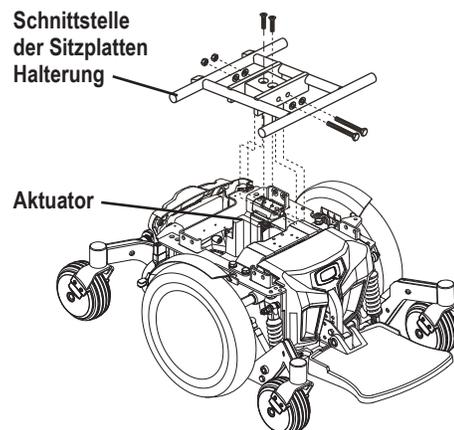

Bild 11. Sitzhöhenversteller Aktuator
1. Platzieren Sie die Schnittstellenhalterung der Sitzplatten auf den Aktuator. **Siehe Bild 11.**